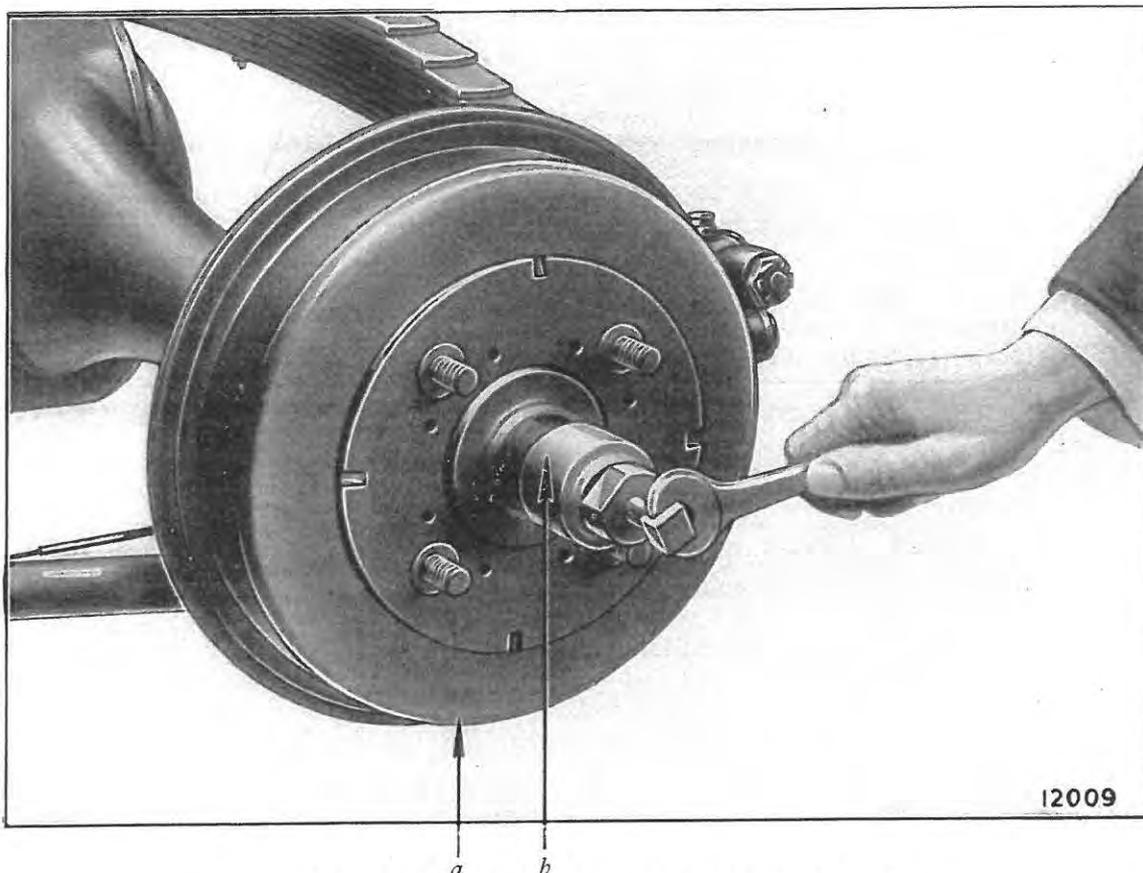

Fig. 75. — Démontage d'un tambour de frein arrière.
1. Enlever la roue et le tambour de frein (Fig. 75).